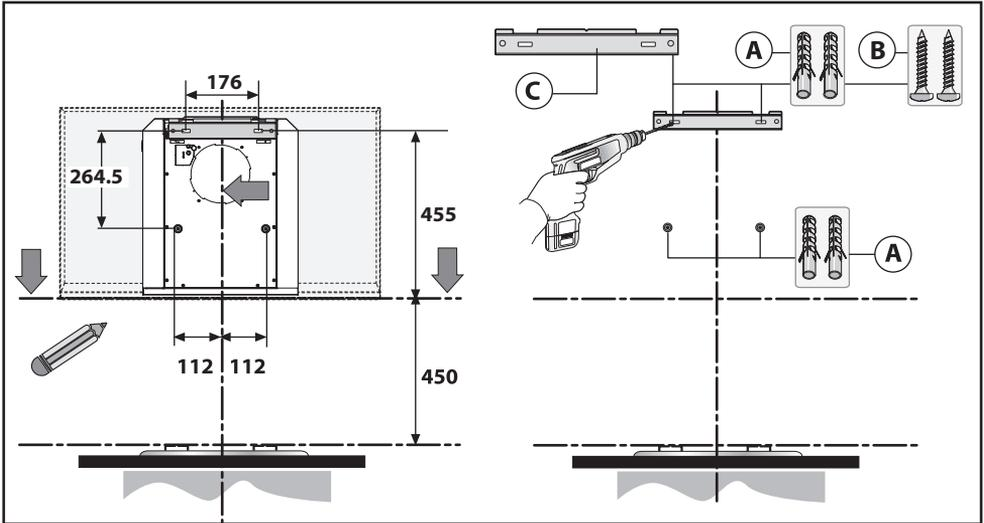

Fig.3
Tracciare il lato inferiore della cappa sul muro tenendo conto delle misure indicate in Fig.3 e della distanza minima dal piano di cottura.
- Segnare ed eseguire i fori rispettando le quote indicate in Fig.3.
- Fissare 4 tasselli ad espansione **A** Fig. 3.
- Fissare la staffa **C** al muro con le 2 viti **B** Fig.3.